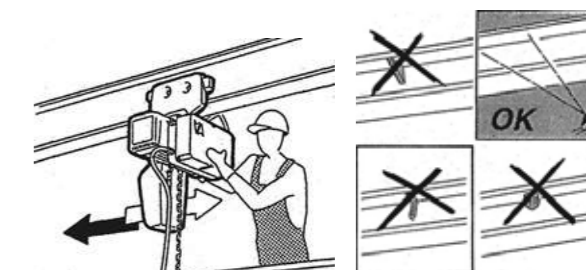

fig.29
3. La trave deve essere in perfette condizioni. Verificare manualmente che il carrello del paranco trasli liberamente su tutta la lunghezza della trave. (fig.29)
Lungo il tratto di traslazione del carrello non vi devono essere punti d'impigliamento o ostacoli (viti, saldature, ganci, ecc.) che possano rendere irregolare la traslazione; in caso contrario provvedere. (fig.29)